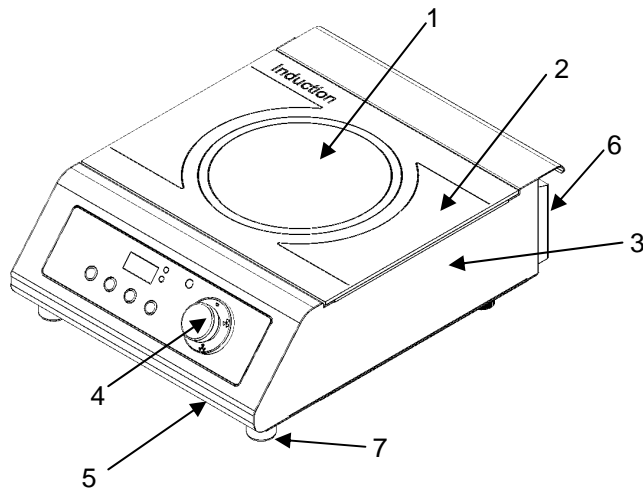

Abb.2
2. Die Belüftungsöffnungen frei halten, um Überhitzungen zu vermeiden (*Abb. 2 - Bez. 6*).
4. Den Drehknopf (Abb.2 – Bez.4) drehen, das Display wird dann einschalten.